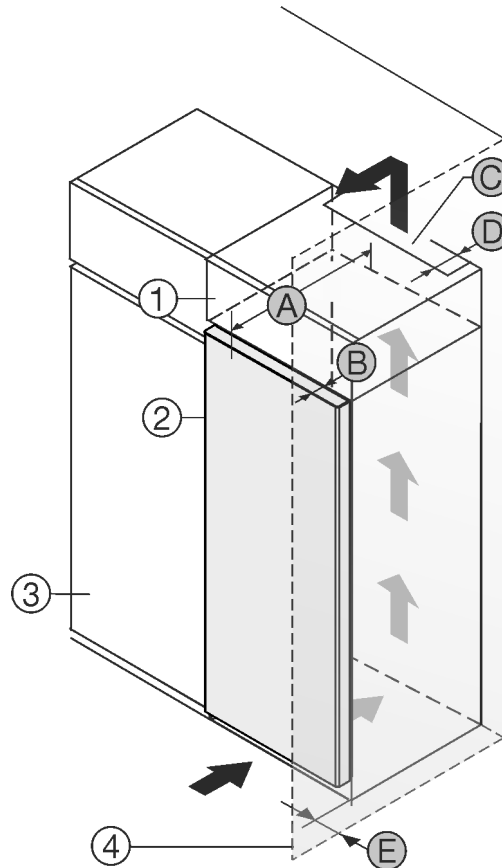

Fig. 1
- (1) Aufsatzschrank
- (2) Gerät
- (3) Küchenschrank
- (4) Wand
- (A) Gerätetiefe
- (B) Türtiefe
- (C) Belüftungsquerschnitt
- (D) Abstand Geräte-Rückseite
- (E) Abstand zur Geräte-Seite
Sie können das Gerät direkt neben dem Küchenschrank Fig. 1 (3) aufstellen.
An der Rückseite des Aufsatzschrankes muss ein Abluftschacht mit der Tiefe Fig. 1 (D) über die gesamte Aufsatzschrankbreite vorhanden sein.
Unter der Raumdecke muss der Entlüftungsquerschnitt Fig. 1 (C) eingehalten werden.
Wenn Sie das Gerät mit den Scharnieren neben einer Wand Fig. 1 (4) aufstellen, dann muss der Abstand zwischen Gerät und Wand mindestens 13 mm betragen.
Wenn Sie das Gerät mit den Scharnieren neben einer Wand Fig. 1 (4) aufstellen, dann muss der Abstand zwischen Gerät und Wand mindestens 20 mm betragen.
Damit Sie die Tür vollständig öffnen können, muss das Gerät um die Türtiefe *Fig. 1 (B)* gegenüber der Küchenschränkefront vorstehen. Abhängig von der Tiefe der Küchenschränke *Fig. 1 (3)* und Verwendung von Wandabstandshaltern kann das Gerät weiter herausragen.